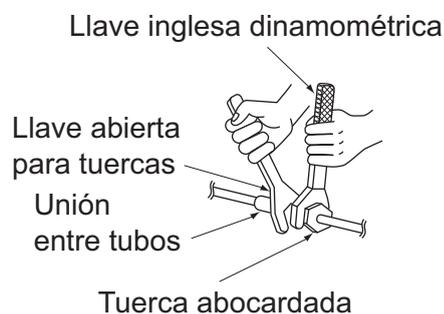

Fig. 12
- Utilice, juntas, una llave de tuercas y una llave inglesa, como muestra el dibujo, para conectar o desconectar tubos a/de la unidad. **(Refiérase a la Fig. 12)**